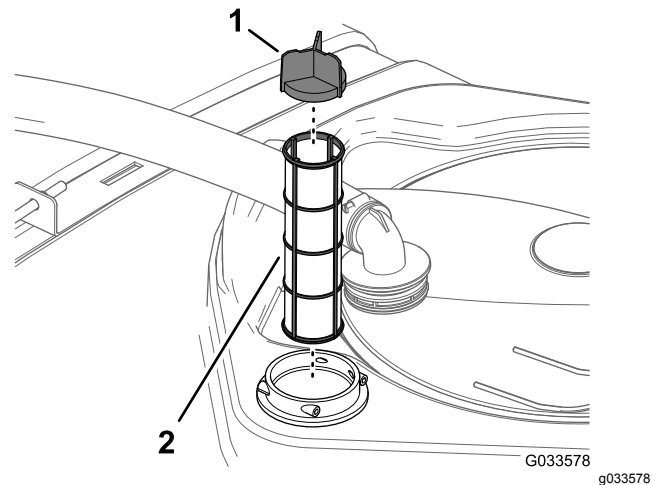

Figura 78
4. Estraiete il filtro di aspirazione dall'alloggiamento del filtro nel serbatoio (Figura 78).